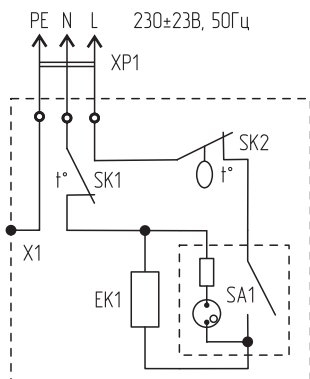

Рис. 2. Электрическая схема
5.2. Схема электрических соединений и узлов конвектора POWER 1000M SE показана на рис. 2. Нагревательный элемент имеет один нагреватель EK1, в цепь питания которого включен роковый переключатель с подсветкой SA1, термовыключатель защиты от перегрева SK1 и биметаллический термостат SK2.